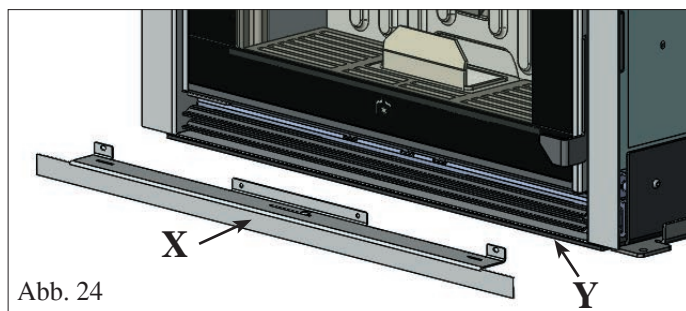

Abb. 24
Nachdem das untere Gitter entfernt wurde, kann das „winkelige“ flache Metallabdeckprofil (X - für Verkleidung als „Rahmen“ oder mit Gipskarton) als Ersatz des bereits angebauten flachen Metallprofils (Y) auf die untere Strukturbasis (siehe Abb. 24) montiert werden.